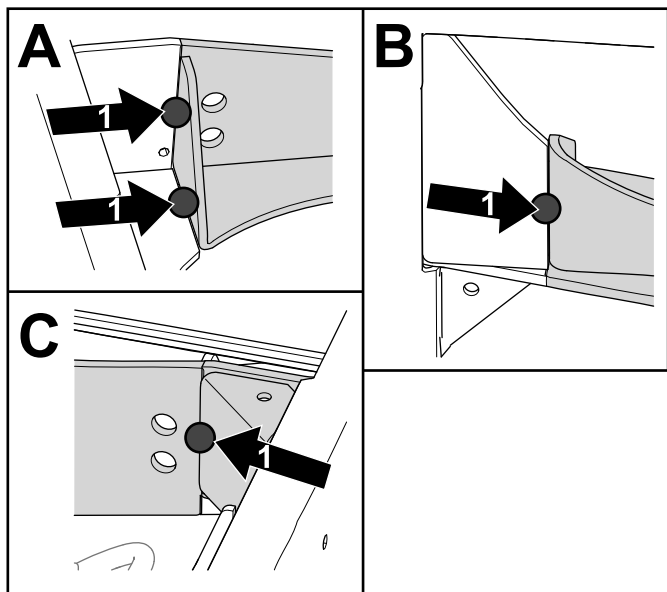

Figura 14
5. Aplique soldaduras por puntos en el exterior, por debajo y donde el soporte de esquina entra en contacto con el soporte del eje, para sostenerlo en su lugar (Figura 14). Repita el procedimiento en el otro lado.